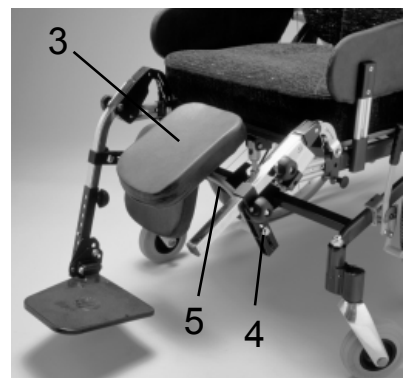

bild 12c
Genom att lossa på skruven (4), bild 12c, kan vadplattan (3) ställas i olika lägen. Vadplattsbygeln (5), se bild 12c, kan grovinställas i tre olika lägen. Detta görs från insidan, ej synligt på bilden. Speciell monteringsanvisning för amputationsbenstöd finns.